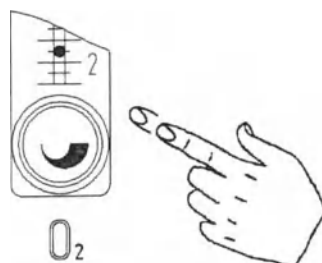

Рисунок 31
1.5.11 Для увеличения или уменьшения содержания O_2 в капсуле необходимо изменить расход подачи кислорода в капсулу с помощью ротаметра (рисунок 31). При этом необходимо контролировать содержание кислорода по показаниям индикатора концентрации кислорода в капсуле (рисунок 13). Для дополнительного контроля содержания кислорода в капсуле пользоваться внешним измерителем содержания кислорода в воздухе.